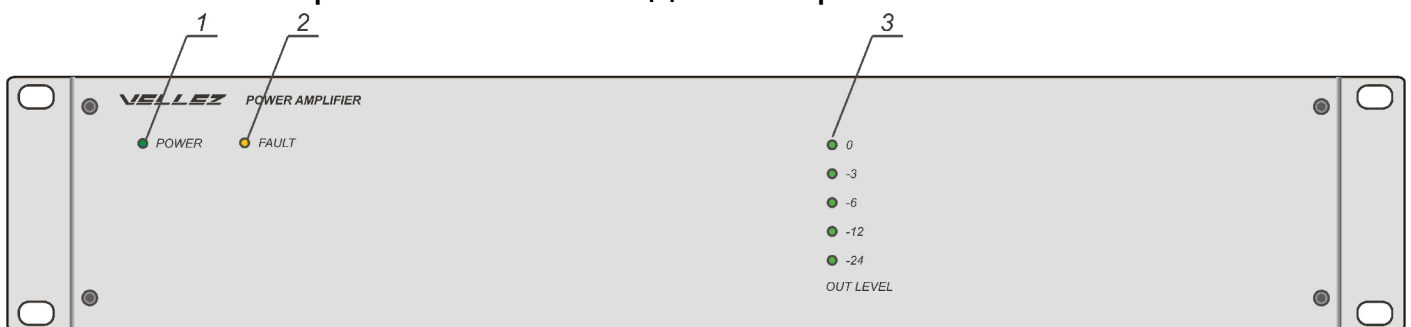

Рисунок 12
9.3 Розміщення індикаторів на передній панелі підсилювача потужності та їх призначення наведено на рис. 12